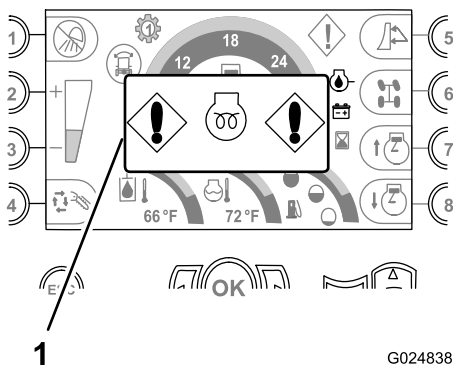

Bild 32
- **Anzeige für das verzögerte Anlassen des Motors:** Diese Anzeige wird angezeigt, wenn das Zündschloss in der Ein-Stellung ist und die Ansaugluftheizung für den Motor aktiviert ist (Bild 32).
Hinweis: Lassen Sie den Motor erst an, wenn die Anzeige nicht mehr sichtbar ist (Bild 32).